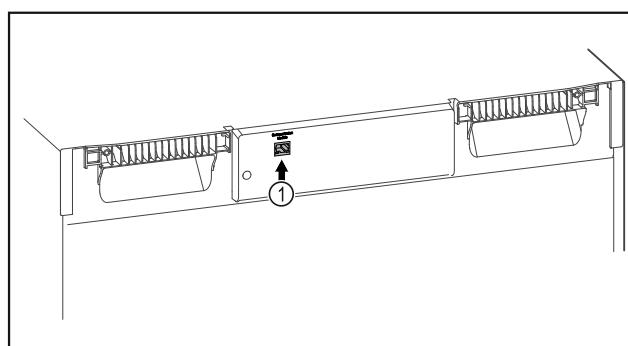

Fig. 118
- SmartModule Fig. 118 (1) ist eingesetzt.